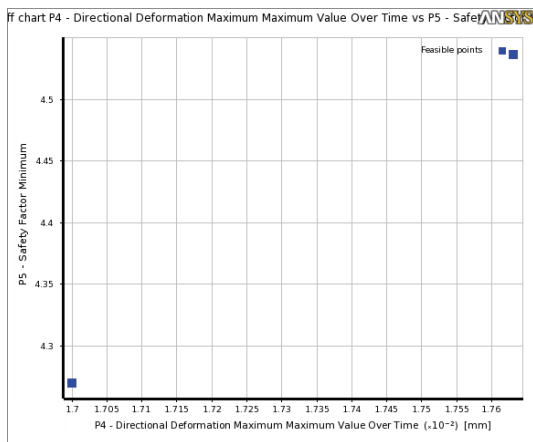

图 25-47 权衡图
6) 在 Outline of Schematic C2: Optimization 中, 单击 15 行可以查看权衡图, 如图 25-47 所示。